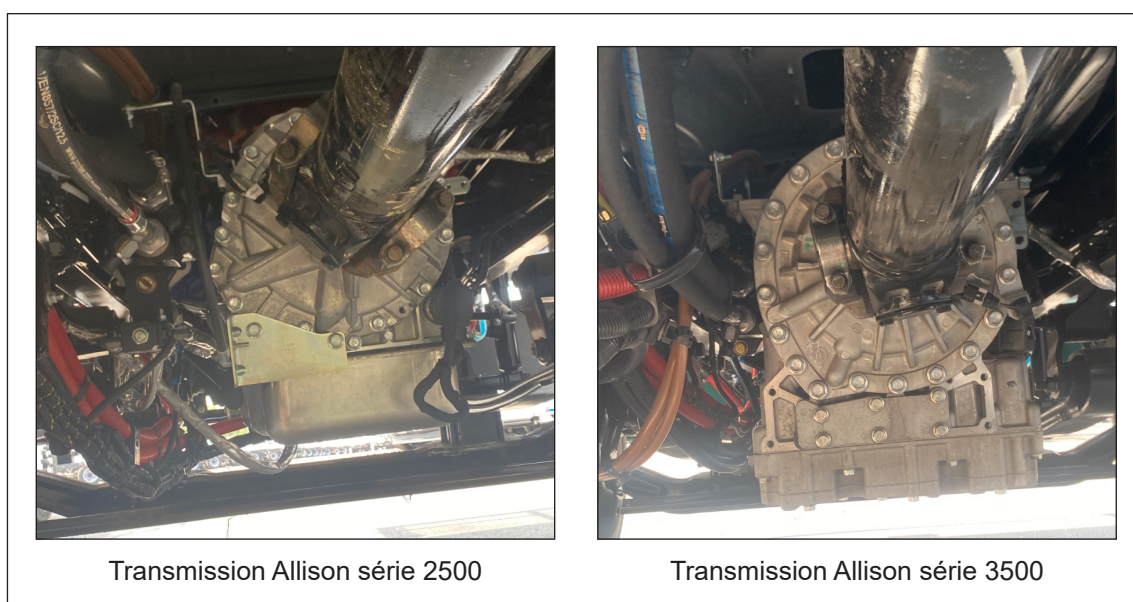

Figure 1 — Vérification de la transmission de l'appareil
2. Inspectez la transmission et vérifiez que l'appareil est équipé d'une transmission Allison série 2500 (reportez-vous à la Figure 1).